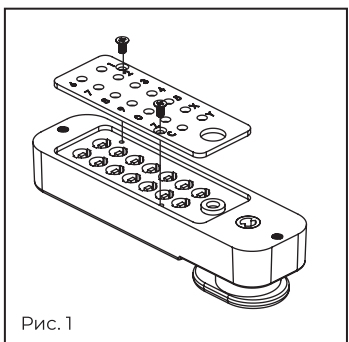

Рис. 1
3. Посмотрите на обратную сторону внешней стороны замка (с панелью набора кода): вы увидите большую прямоугольную пластину с 14 отверстиями, закрепленную 2 винтами с красными головками (рис. 1);